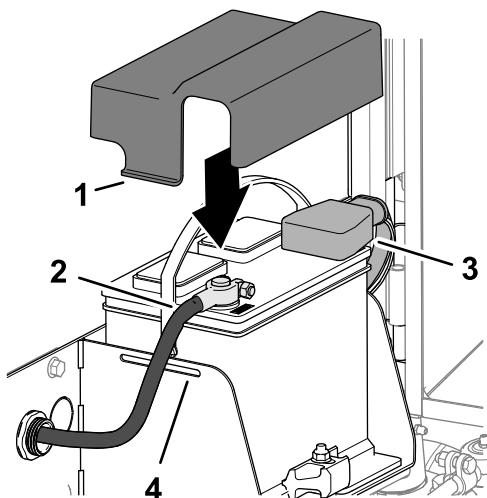

Figura 98
- Conecte el cable positivo (rojo) al borne positivo (+) de la batería (Figura 98).